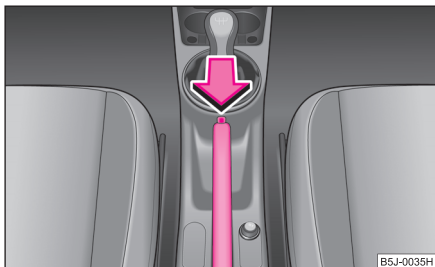

Fig. 92 Consola centrală:
- Acționați maneta puțin în sus **și în același timp** apăsați butonul de blocare ⇒ fig. 92.